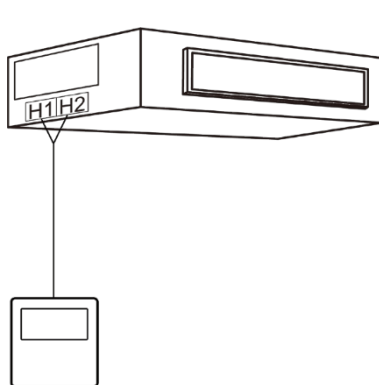

Fig. 5.4.1
1) Fig. 5.4.1 toont de installatie van de bedrade controller.